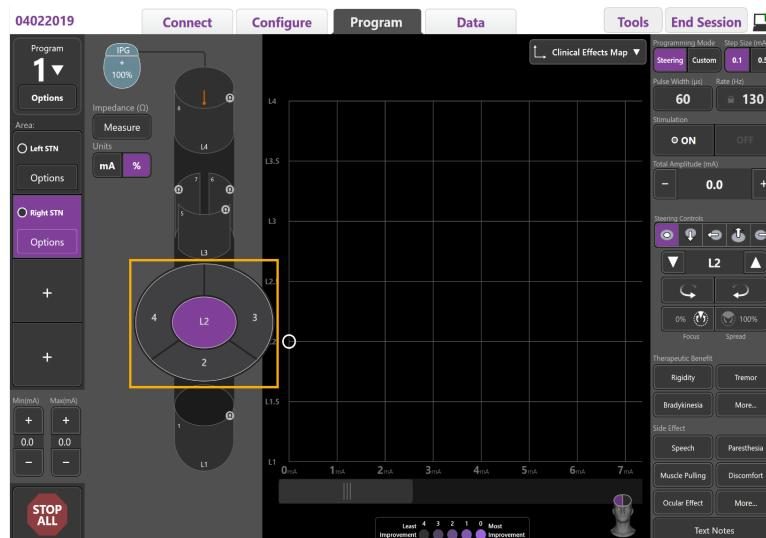

Figure 8. Sélecteur de contact directionnel
2. Sélectionnez un contact pour l'attribuer comme cathode. Vous pouvez créer une répartition égale du courant sur un niveau de contacts (mode « ring » [en anneau]) en sélectionnant n'importe où dans ce niveau, puis en sélectionnant le bouton central. Pour assigner un seul segment directionnel à la cathode, sélectionnez n'importe où dans ce niveau, puis sélectionnez le bouton correspondant (Figure 8).